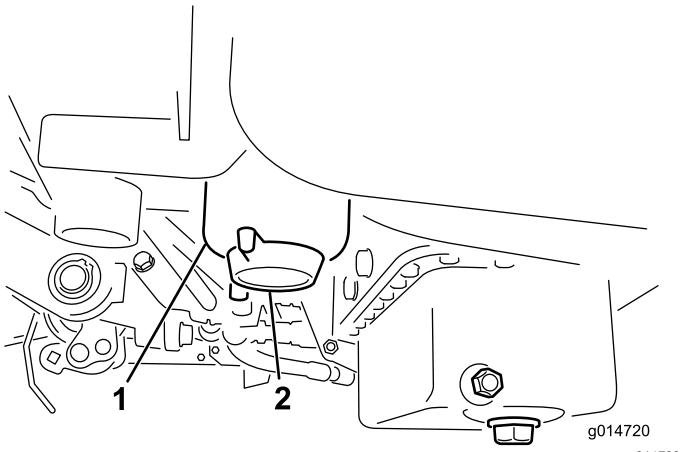

図 34
3. 燃料フィルタについているドレンプラグを1回転ほど開き、内部にたまっている異物を流し出す図34。終了したらプラグを締める。